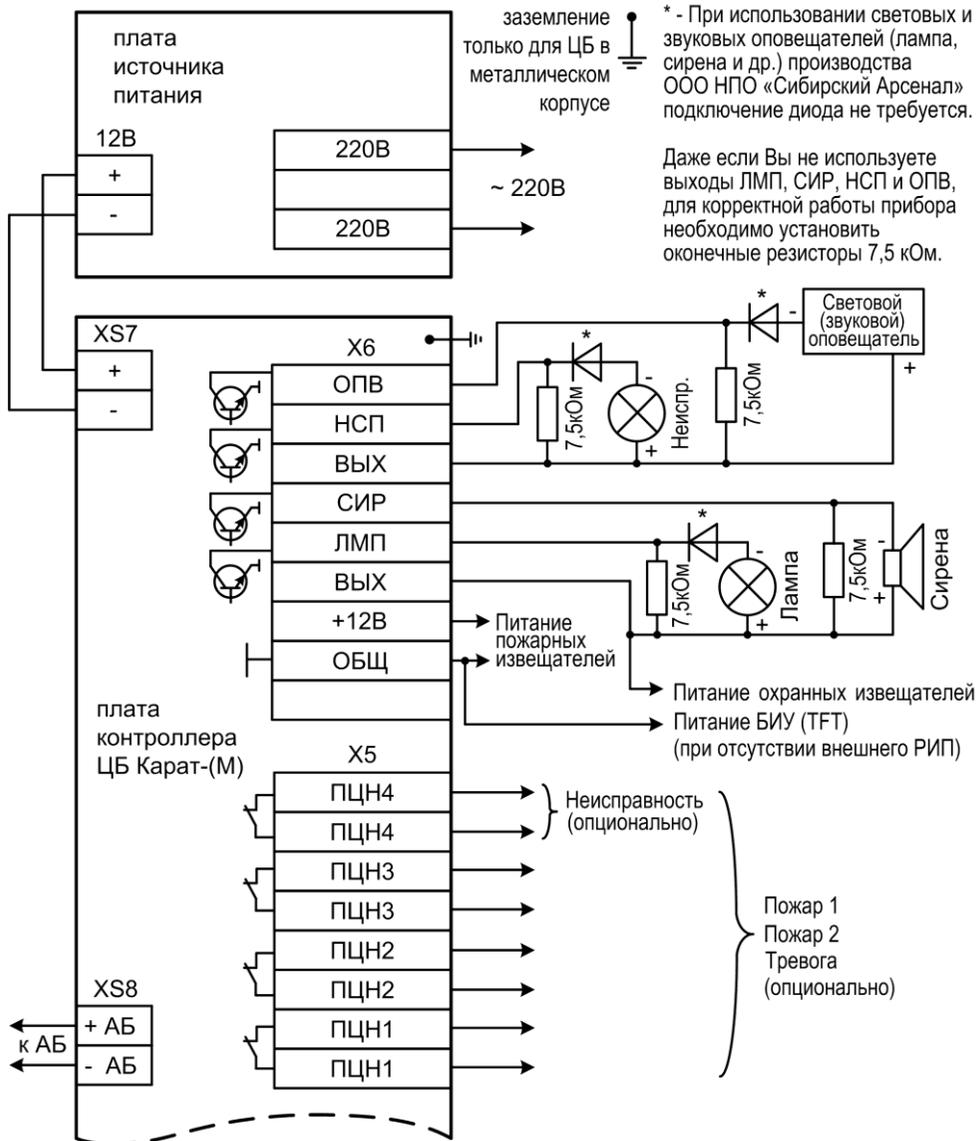

Рис.6 Схема внешних соединений ЦБ (часть 1)
2. Подключите к ЦБ охранные и пожарные извещатели, оповещатели, линии реле ПЦН (рис.6,7).
5. Подключите сеть 220 В к плате источника питания ЦБ (рис.6).